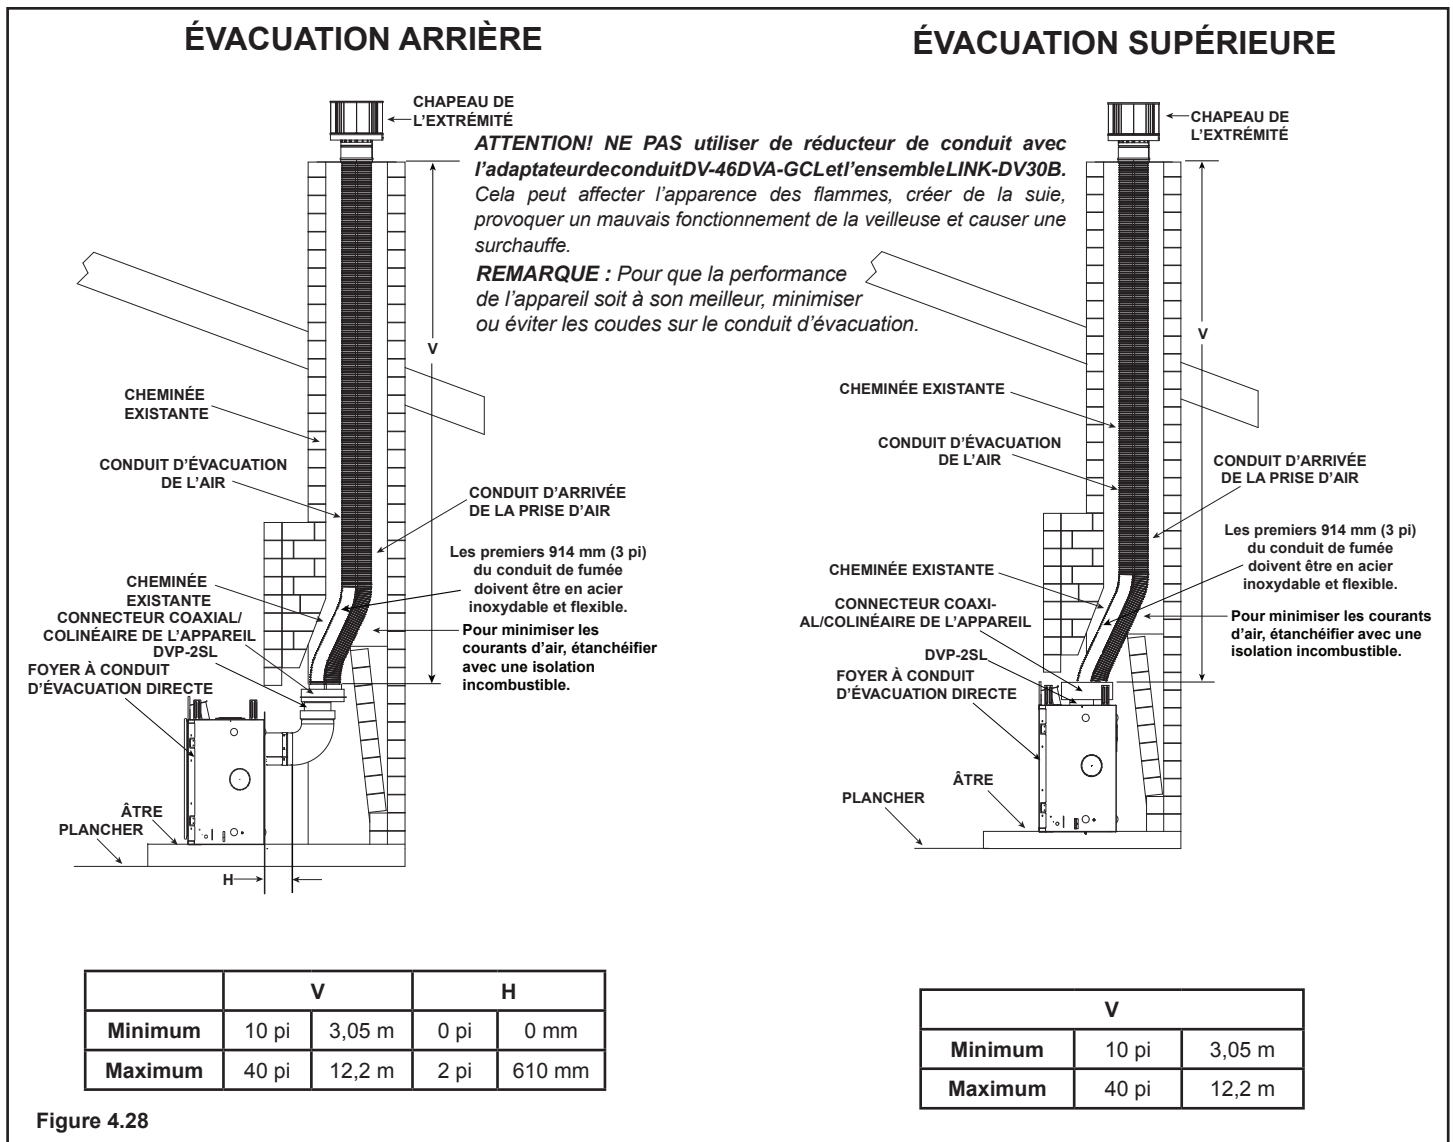

Figure 4.28
- Le cas échéant, enlevez le couvercle du conduit supérieur et l'isolation. Voir la section 6 « Préparation de l'appareil ». Fixez le DVP-2SL au col de départ de 203 mm (8 po). Suivez les instructions d'installation jointes à l'ensemble DVP-2SL. Fixez l'adaptateur DV-46DVA-GCL au col de départ de l'appareil au moyen de vis autotaraudeuses de 3-1/2 po. Voir la figure 4.28.
- Le cas échéant, enlevez le couvercle du conduit arrière et l'isolation. Connectez l'adaptateur DVP-2SL à la partie verticale du coude. Suivez les instructions d'installation jointes à l'ensemble DVP-2SL. Fixez l'adaptateur DV-46DVA-GCL au DVP-2SL au moyen de vis autotaraudeuses de 3-1/2 po. Voir la figure 4.28.